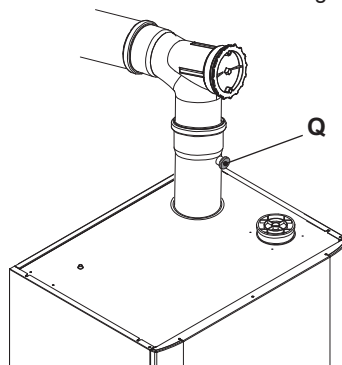

Fig. 7.2
- Conecte un analizador de humos a la toma de análisis de humos (Q) situada en la evacuación de humos de la caldera Fig. 7.2.